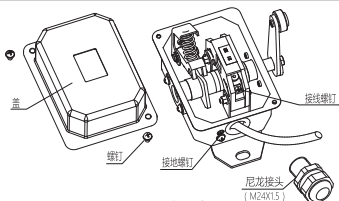
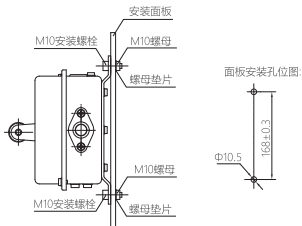

图6 布线示意图
图7 安装示意图
7.2.1 安装：松开盖螺钉→按图6接线→拧紧盖螺钉→按图7安装。